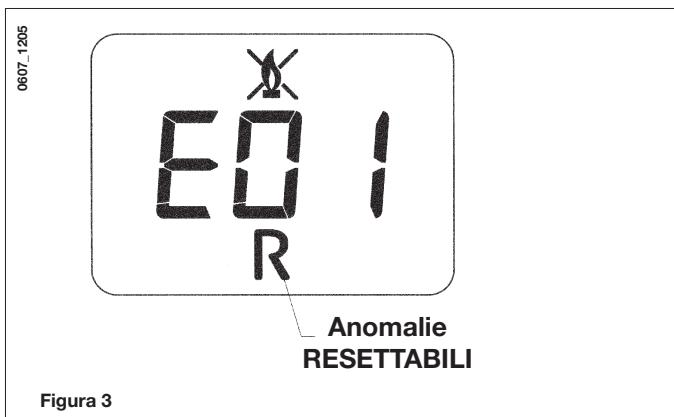

Figura 3
**IMPORTANTE:** Verificare periodicamente che la pressione, letta sul manometro, ad impianto freddo, sia di 0,7 - 1,5 bar. In caso di sovrapressione agire sul rubinetto di scarico caldaia, nel caso sia inferiore agire sul rubinetto di caricamento della caldaia (figura 3).